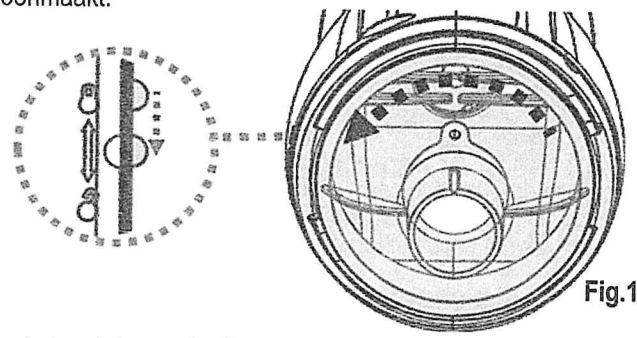

Fig.1
2. Houd de elektrische stofzuiger vast en draai de kap linksom tot de witte markering op de kap de openen-sluiten markering toont. (Fig.1)